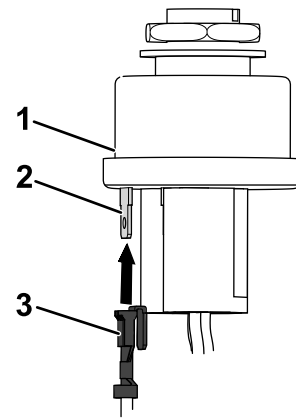

图 17
2. 将线束适配器的扁平端子连接至点火钥匙开关的 C 端子图 17。